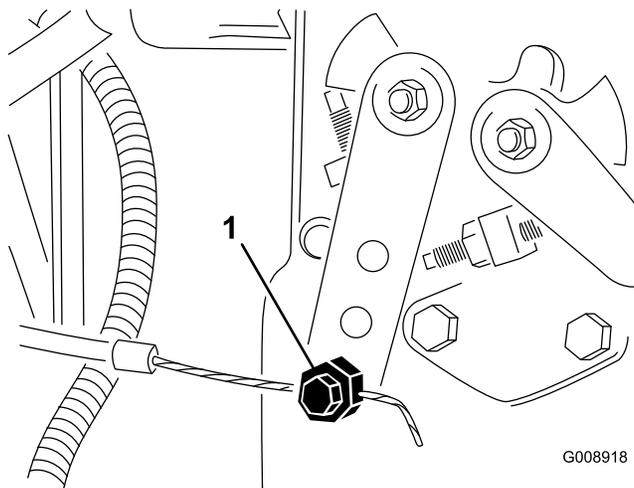

Figura 54
2. Allentate il raccordo del cavo dell'acceleratore sulla leva della pompa di iniezione (Figura 54).